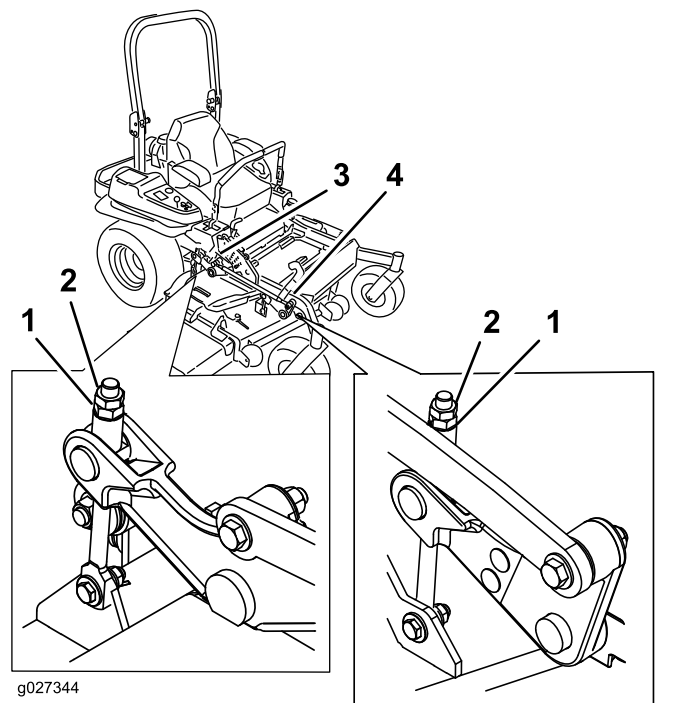

Figura 94
- 10. Afine a porca de ajuste no conjunto de elevação da plataforma frontal rodando-a (Figura 94).